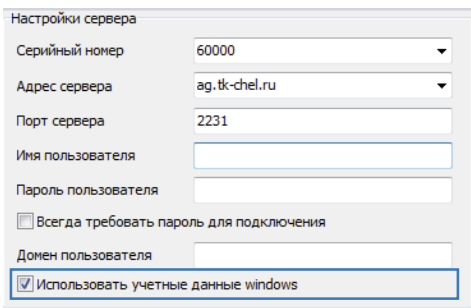

Рис.102. Доменная аутентификация от имени текущего пользователя Windows.
2. Для выполнения доменной аутентификации от имени текущего пользователя необходимо (Рис.102):